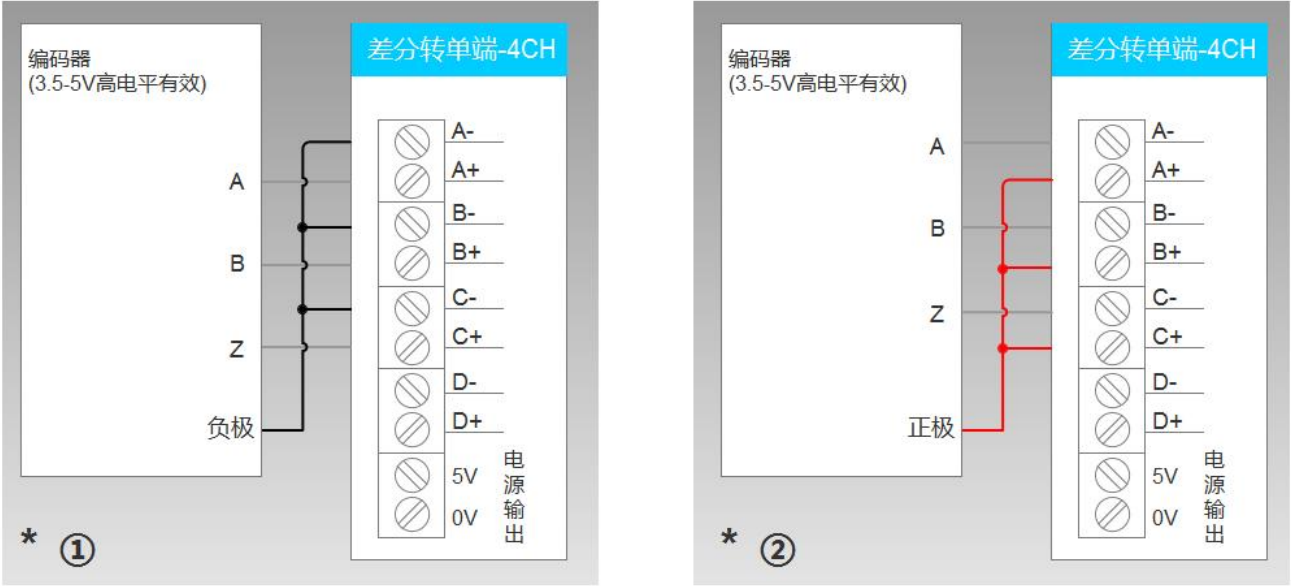

Figura 5.2.2 Cableado de entrada de señal de un solo extremo
3) Para señales de entrada de un solo extremo (como el nivel TTL de CC 3,5-5 V), consulte la Figura 5.2.2 para ver el cableado; el nivel alto está activo, como se muestra en la Figura 5.2.2.
La conexión ① en el medio está activa baja, que es la conexión ② en la Figura 5.2.2.